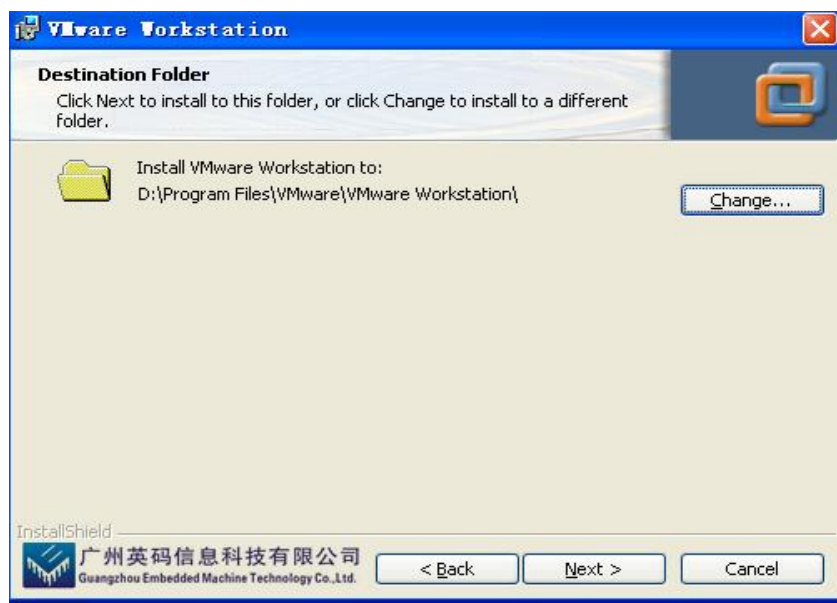

图 4.3
3. 单击 next 按钮，进入下图所示的界面。单击 change..按钮，选择需要安装路径，单击 next 按钮，界面如图 4.3 所示。单击 next 如图 4 所示